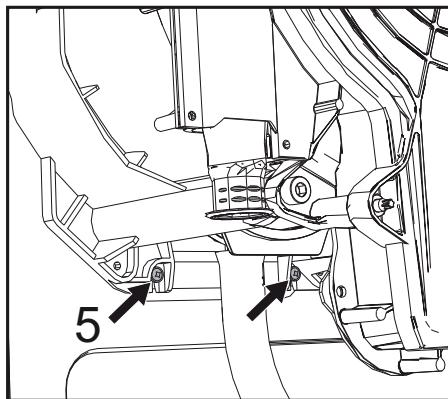

fig. 48
- Afloje los dos tornillos **inferiores "5"** que fijan el intercambiador al bastidor (fig. 48).